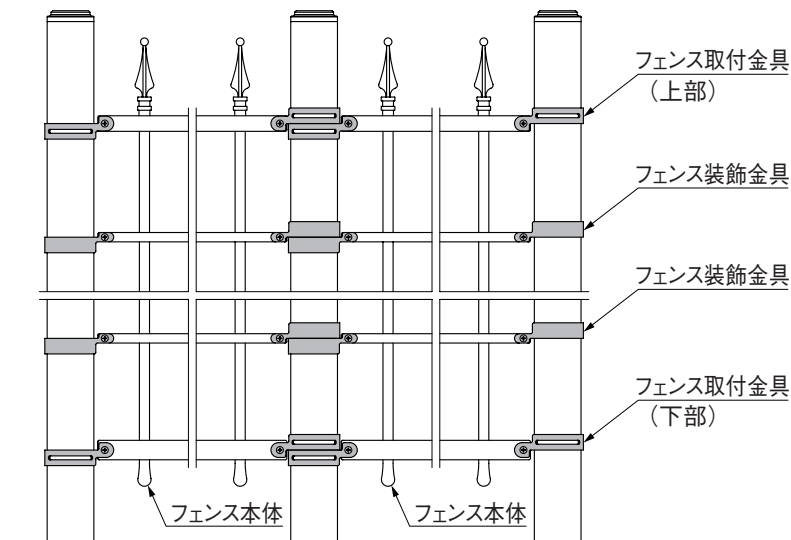

図3-6 金具取付方向
※T-14については図3-6を参照してください。
- T-14の場合にはフェンス装飾金具を取付けてください。（図3-6参照）
- フェンス装飾金具で、柱を傷つけないようにしてください。（図3-6参照）
- フェンス装飾金具もフェンス取付金具と同様のフェンス本体の取付け方となります。（図3-6参照）